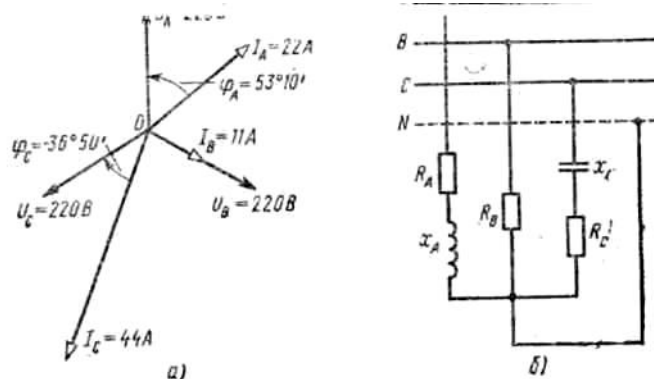

Рис.7.9
**ЗАДАЧА 7.11.** По заданной векторной диаграмме для трехфазной цепи (рис. 7.9) определить характер нагрузки каждой фазы и вычислить ее сопротивление. Начертить соответствующую схему цепи. Нагрузка включена в звезду. Определить активную и реактивную мощности, потребляемые цепью. Значения напряжений, токов и фазных углов приведены на диаграмме. Векторы линейных напряжений не показаны.